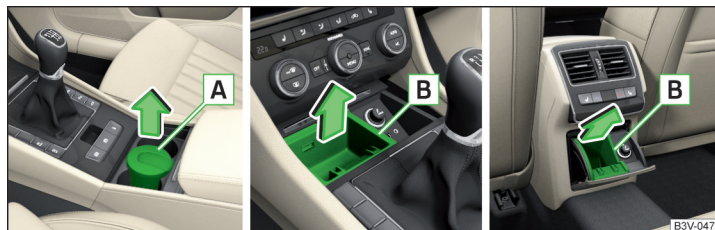

Abb. 132 **Aschenbecher vorn herausnehmen / Aschenbechereinsatz vorn herausnehmen / Aschenbechereinsatz hinten herausnehmen**
- Den Aschenbecher **A** (nicht am Deckel) fassen und in Pfeilrichtung **herausnehmen** » Abb. 132.
- Zum **Herausnehmen** des Einsatzes den Aschenbecher bis zum Anschlag öffnen, den Einsatz im Bereich **B** fassen und in Pfeilrichtung herausnehmen » Abb. 132.